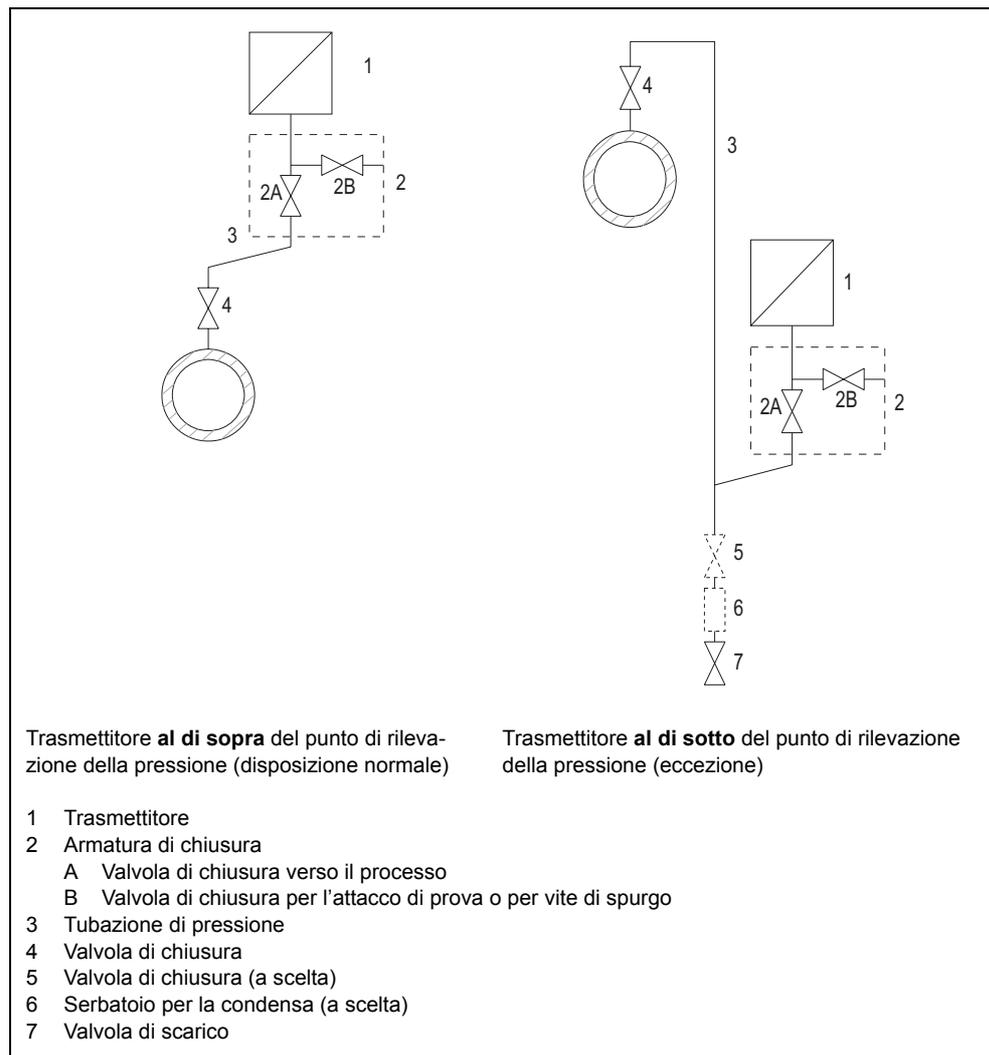

Figura 53 Misurazione di gas
Se le valvole d'arresto (Figura 53, p. 97 e segg.) vengono comandate in maniera errata o non appropriata ne può conseguire un grave infortunio o notevole danno materiale.
1. Aprite la valvola di chiusura (Figura 53, p. 97, 2B).
2. Applicate al trasmettitore tramite l'attacco di prova dell'armatura di chiusura (2) la pressione corrispondente all'inizio misurazione.
5. Aprite la valvola di chiusura (4) che si trova all'attacco di rilevazione della pressione.